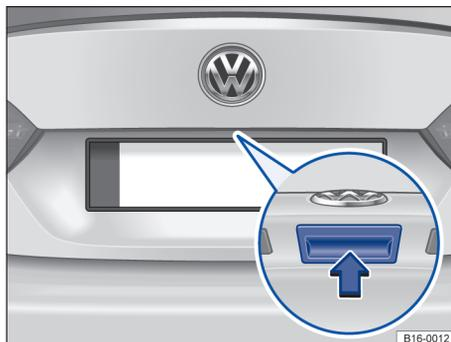

Fig. 31 Apertura del capó del maletero desde el exterior.
- Levante un poco el capó del maletero accionando la tecla \Rightarrow fig. 31 (flecha). El capó del maletero se abre automáticamente.